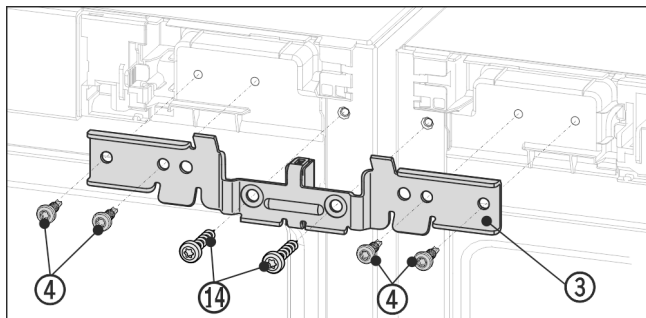

Fig. 12 Príklad zobrazenia
- Uholník Fig. 12 (3) s dištančným dielom zasuniete medzi zariadenia a na čapy. Uholník voľne priskrutkujte striedavo vpravo a vľavo pomocou štyroch skrutiek Fig. 12 (4) a predtým vyskrutkovaných uzemňovacích skrutiek Fig. 12 (14).